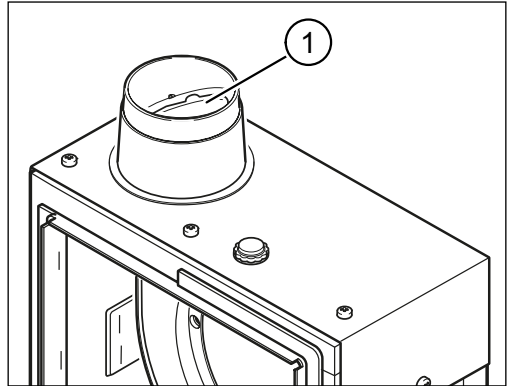

Abb. 5: Funktion der Rückschlagklappe überprüfen
- ▶ Überprüfen Sie die Rückschlagklappe (Pos. 1 in Abb. 5) auf Funktion und Freigängigkeit.